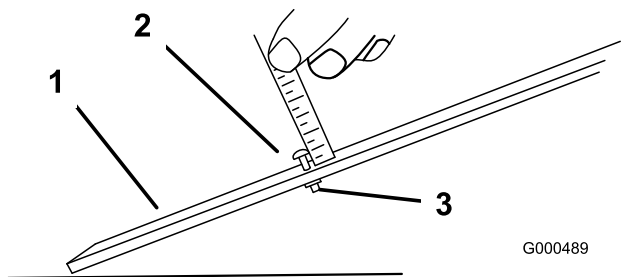

Figura 61
2. Afloje la tuerca de la barra de ajuste (Figura 61) y ajuste el tornillo para la altura de corte deseada. La distancia entre la parte inferior de la cabeza del tornillo y la cara de la barra es la altura de corte.